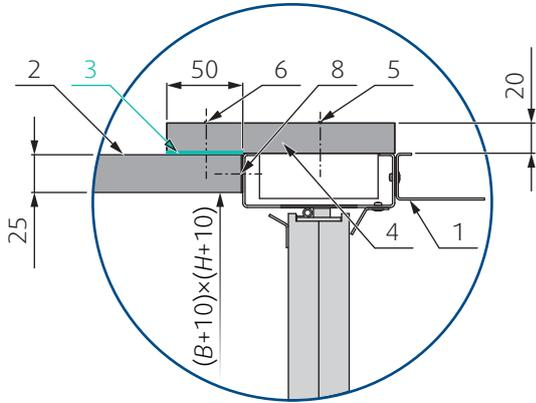

Abb. 46: Querschnitt des Anschlusses an einen 25 mm starken Promatkanal
1. Kanalanschluss oder -öffnung gemäß Abb. 46 - Abb 51 vorbereiten, Anschlussfläche reinigen.
2. Auf die Anschlussflächen gemäß Abb. 46 - Abb. 51 eine Brandschutzbeschichtung (3) auftragen.
4. Aus den Platten (4 und 7) einen überlappenden Kragen bilden, wie in Abb. 46 - Abb. 51 dargestellt.
5. Befestigen Sie die Überlappung an der Entrauchungsklappe mit den Schrauben (5).